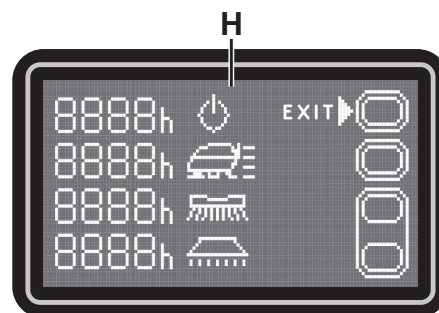

Рис. 10
**Счетчик часов работы (H, Рис. 10)**